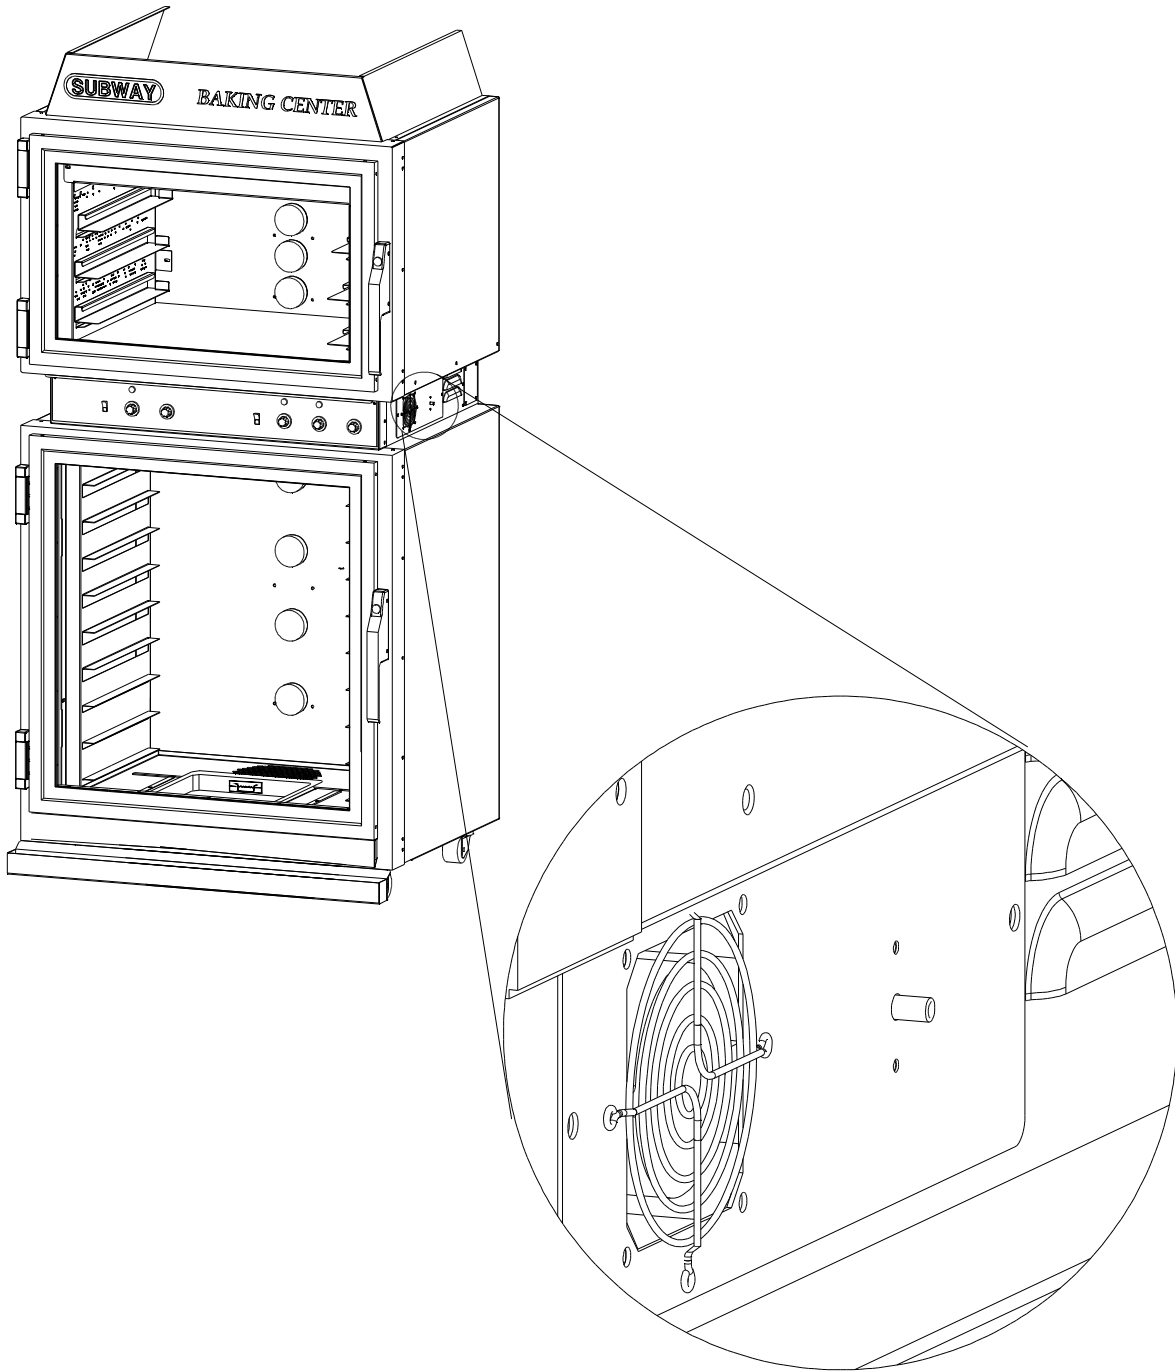

Figura 1.3 Botón de reposición del interruptor térmico
- Botón de reposición del interruptor termostático - Asegúrese que el **interruptor termostático** está activado oprimiendo del botón de reposición en el lado derecho del horno. Vea la ubicación en la figura 1.3 en la página 6.